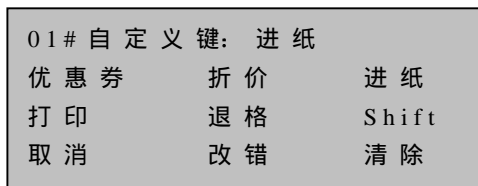

图 3-27
- 2) 按“小计”确认，进入 1#键粒自定义状态，如图 3-27 所示；